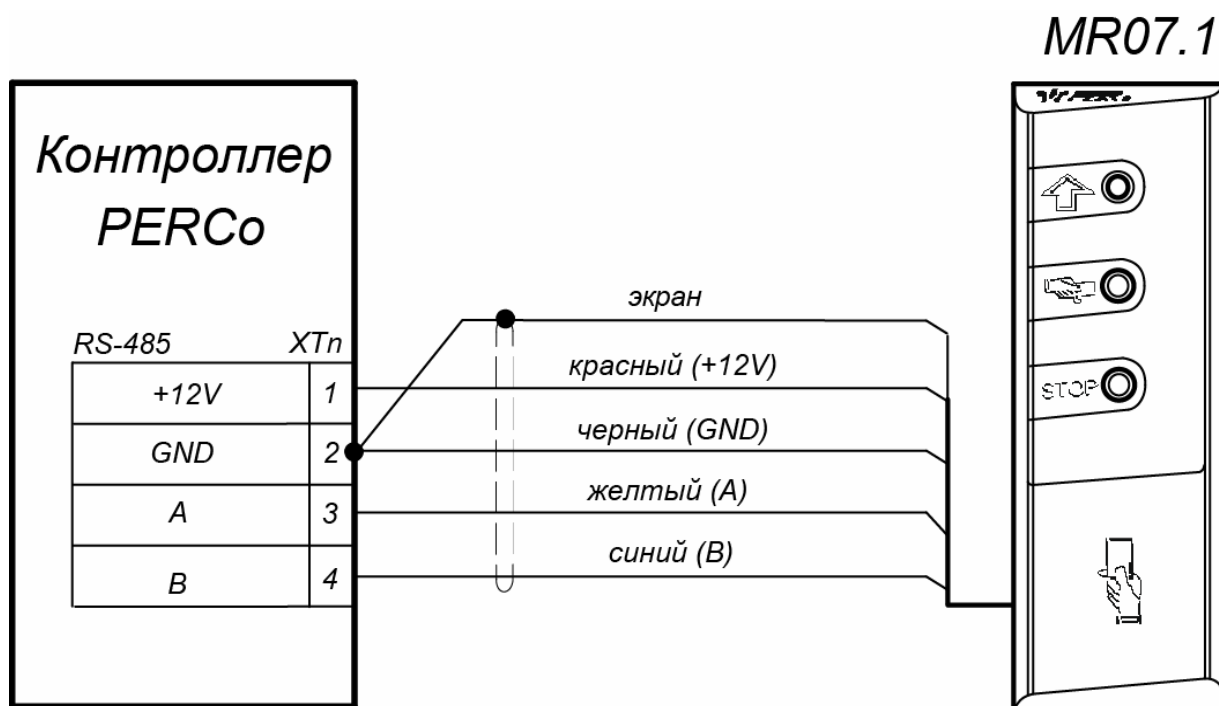

Рисунок 3. Схема подключения считывателя к контроллеру PERCo
Индикаторы считывателя предназначены для отражения событий и состояний считывателя и контроллера СКУД. Управление индикацией считывателя контроллером СКУД осуществляется командами по интерфейсу RS-485 (схему подключения см. на рис. 3).
7. Проложите кабель, закрепите его и подключите к контроллеру СКУД (схему подключения смотри на рис. 3 и в руководстве по эксплуатации на соответствующий контроллер). Удлинение соединительного кабеля считывателя производится в